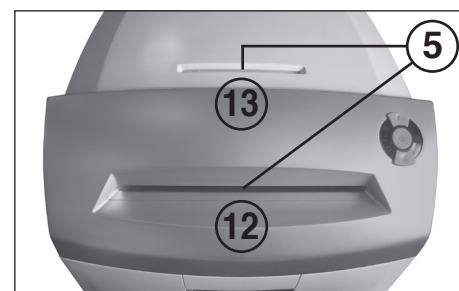

fig. 3
## 5 = Barrière lumineuse (marche avant) (Fig. 3)
## 12 = Fente d'introduction de papier (Fig. 3)
## 13 = Fente d'introduction de sécurité (Fig. 3)
Introduire du papier dans le bloc de coupe par la fente d'introduction pour papier (12) (Fig. 3).
Introduire un à un des supports de données (CD, DVD ou cartes de crédit) dans le bloc de coupe par la fente d'introduction de sécurité séparée (13) (Fig. 3).